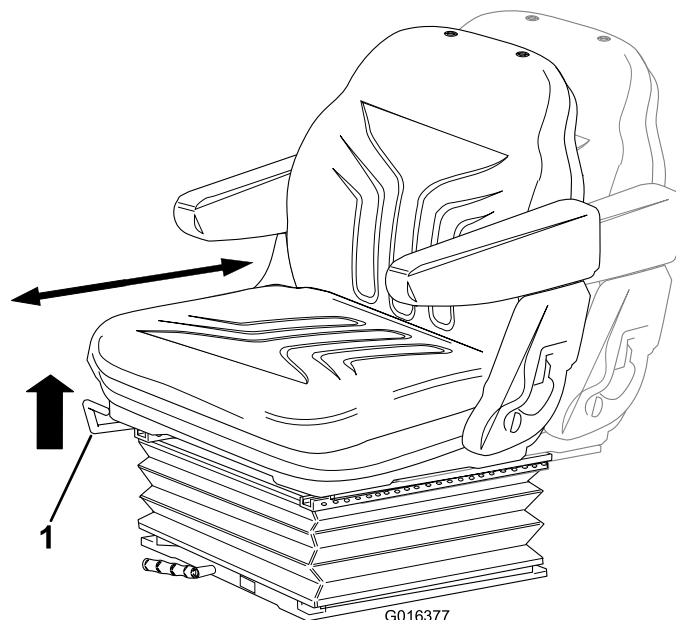

Figura 22
- Spostate la leva verso l'alto per regolare la posizione del sedile in avanti o indietro (Figura 22).